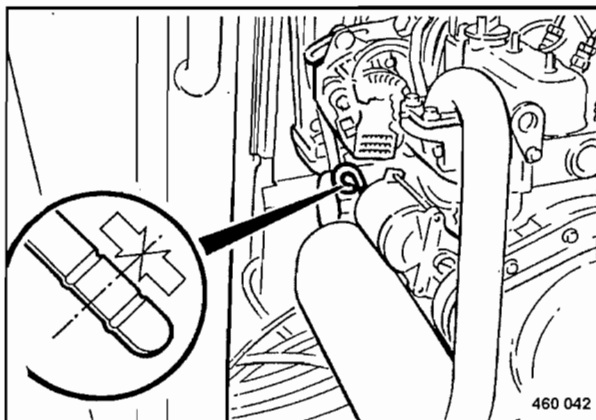

Fig. 93
- Después de una breve marcha de prueba hay que comprobar el nivel de aceite con la varilla de medición (Fig. 93). El nivel de aceite debería llegar hasta la marcación superior, rellenar con aceite si fuese necesario.